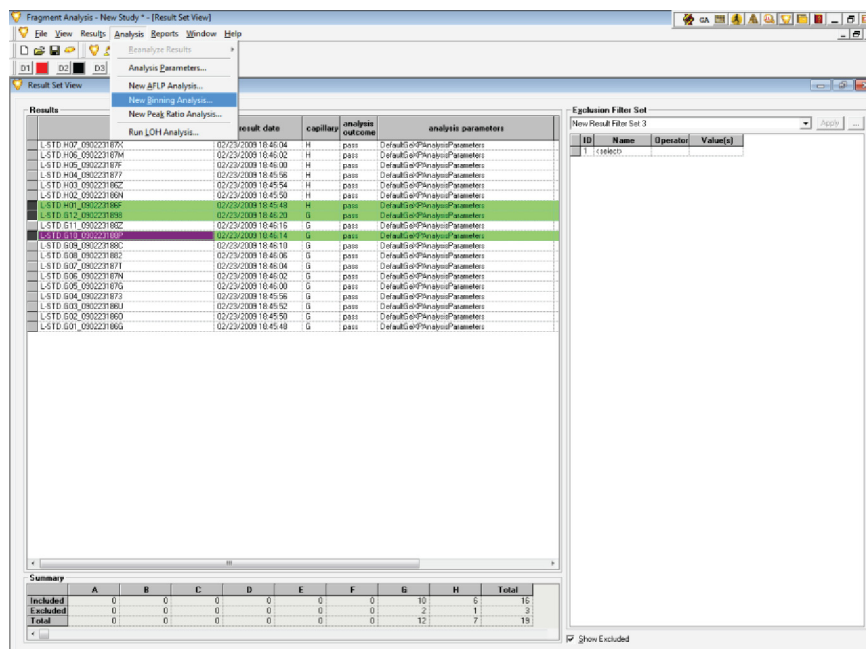

图 7.4 新建分箱分析选择
1. 从 Analysis（分析）菜单中，选择“New Binning Analysis...”（新建分箱分析 ...）命令。请参见图 7.4。